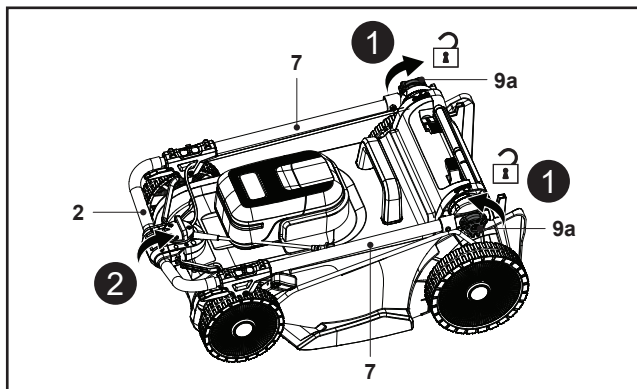

Fig. 1
2. Desserrer les deux boutons de serrage (9a) dans le sens antihoraire sur les guidons inférieurs (7), sans les retirer (Fig. 1, étape 1).
3. Tenir le guidon (2) d'une main et déplier l'ensemble de guidon (5, 7) (Fig. 1, étape 2).